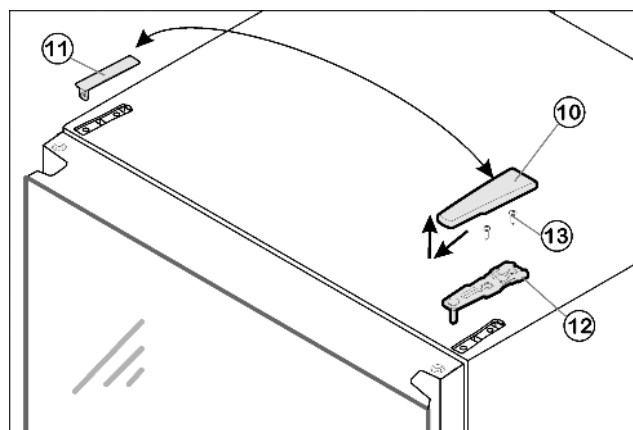

Fig. 8
- ▶ Afdekking *Fig. 8 (10)* naar voren en boven wegtrekken.
- ▶ Afdekking *Fig. 8 (11)* eraf nemen.
- ▶ Bovenste lagerbus *Fig. 8 (12)* losschroeven (2 maal Torx® 25) *Fig. 8 (13)* en naar boven eraf trekken.
- ▶ Plaats de bovenste lagerbus *Fig. 8 (12)* aan de nieuwe scharnierkant in de deur.
- ▶ Bovenste lagerbus **goed (met 4 Nm)** vastschroeven (2 maal Torx® 25) *Fig. 8 (13)*. Steek de schroefgaten indien nodig voor of gebruik de accuschroevendraaier.
- ▶ Afdekking *Fig. 8 (11)* en afdekking *Fig. 8 (10)* elk op de tegenoverliggende zijde vastklikken.